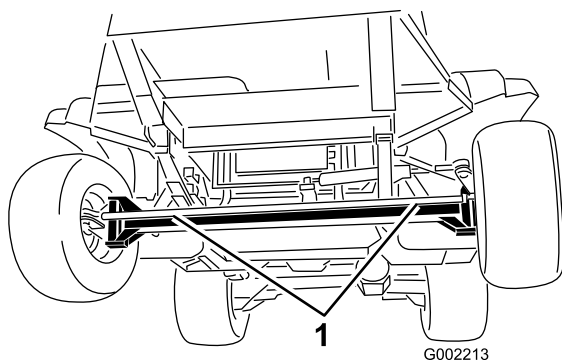
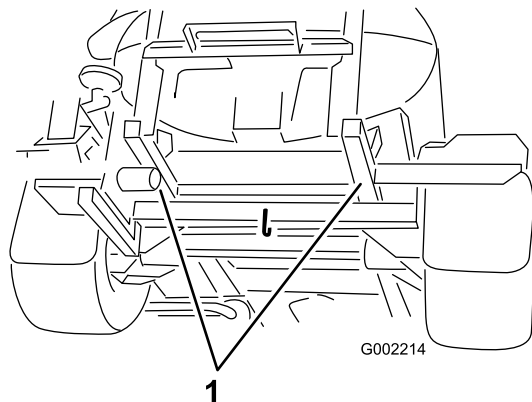

図 93
図 94
4. 牽引ロープを取り付ける車両前後のロープ掛けポイントについては 図 93 と 図 94 を参照。